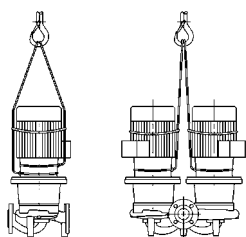

Fig. 5: Plassering av transportwirene
- Transportløkkene på motoren fungerer kun for å lede remmene ved opptak av lasten (fig. 5).